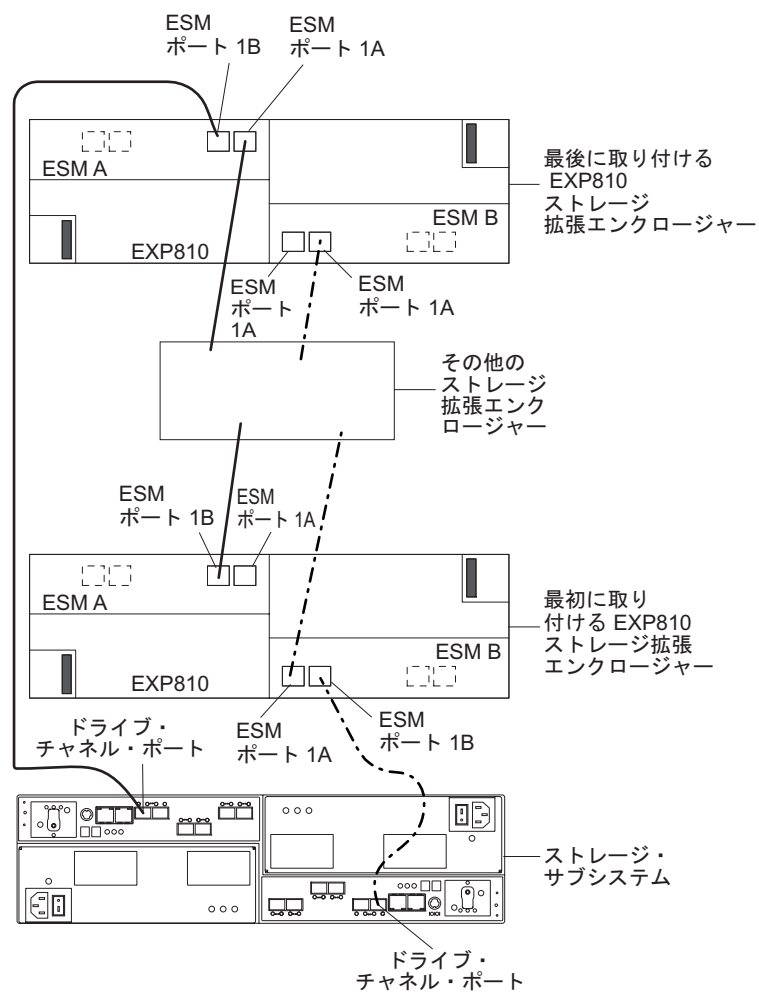

図 44. 1B とラベルされた EXP810 ESM ポートに接続された DS3950 ドライブ・ポート
10. DS3950 ストレージ・サブシステム・コントローラーのコントローラー・ドライブ・ポートは、常に、DS3950 ストレージ・サブシステムに接続された冗長ドライブ・チャンネル/ループのペアにある EXP810 の左右両方の ESM で 1B とラベルが貼られたポートに接続する必要があります。81 ページの図 44 に、ポートの位置が示されています。